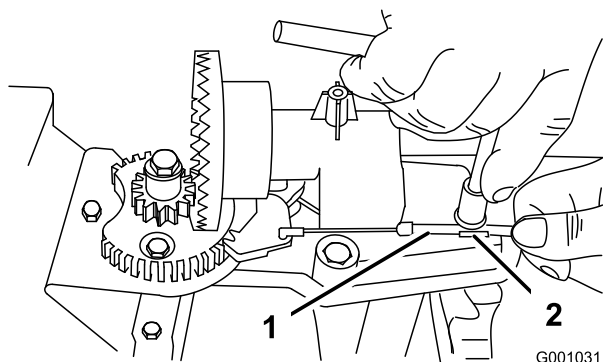
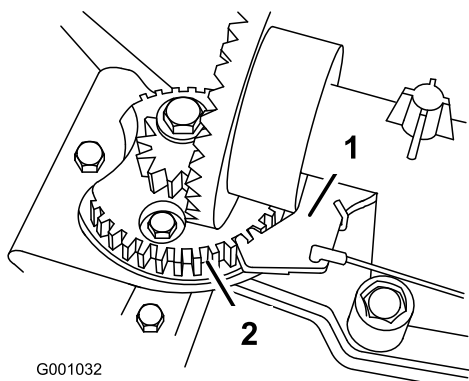

Figura 55
Figura 56
2. Allentate il bullone sul serrafil per cavi (Figura 55).
3. Afferrate la guaina del cavo e spostatela verso la parte anteriore della macchina finché il fermo del camino di scarico non s'innesta completamente nei denti degli ingranaggi (Figura 55 e Figura 56).
Nota: Il fermo a molla si inserisce automaticamente tra i denti degli ingranaggi (Figura 56).